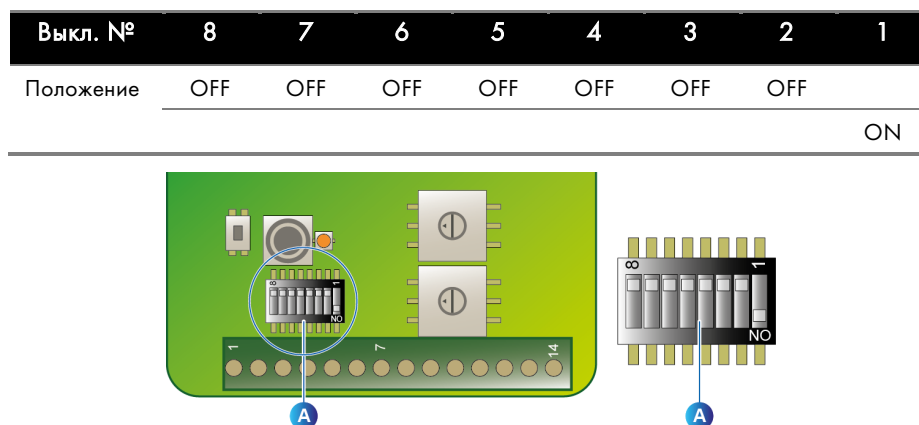

Рис. 48. Регулировка микровыключателей на OLCT 80.
- На радиокarte каждого *OLCT 80* расположите микровыключатели (Рис. 48, поз. А) следующим образом: